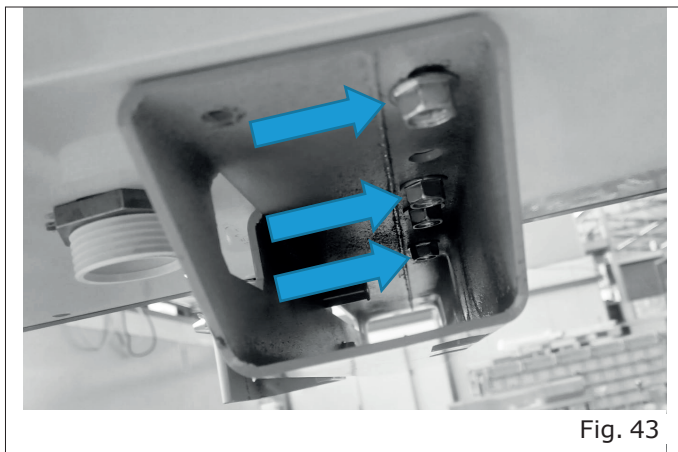

Fig. 43
- Fissare il longherone al montante verticale, tenendolo livellato al fondo del banco ("Fig. 41") e successivamente fissarlo sotto la vasca del banco ("Fig. 42" e "Fig. 43", "Pag. 30").